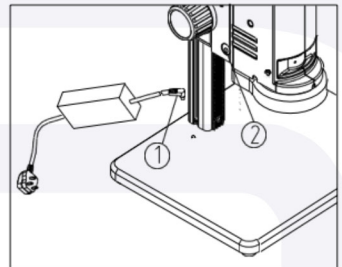

Fig. 3
- Inserte el enchufe del adaptador externo (1) en la toma del adaptador de la fuente de alimentación (2) del cuerpo del microscopio en la parte inferior, y la alimentación se encenderá. (Ver Fig. 3)